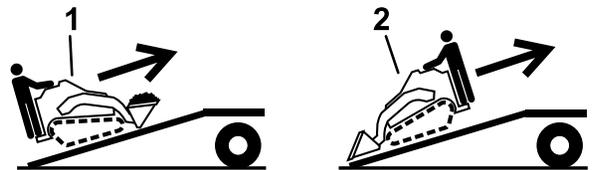

図 28
5. 積み込みは、機体の前後のうち重い方を山側登り側にして行う図 28。